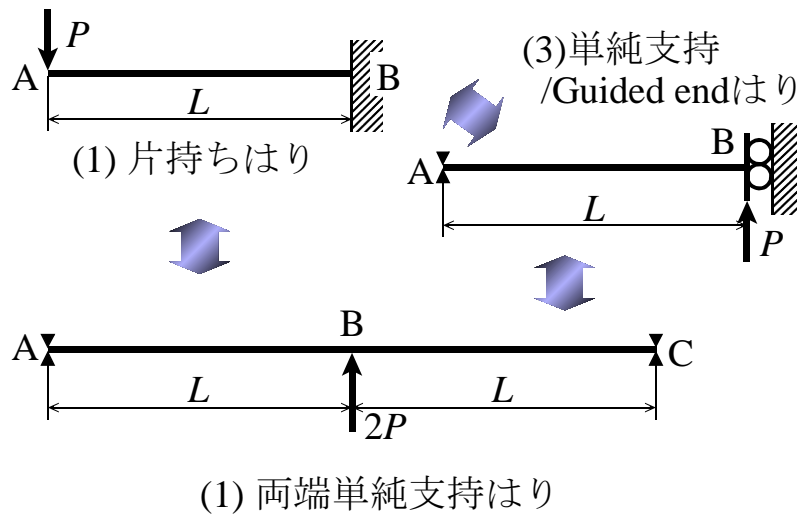

図 22: 片持ちはり と 両端単純支持はり
センセ:なかなか鋭い質問ですなあ。片持ちはりや張出はりの場合は、ここで述べた方法をうまく使えばある程度解けます。たとえば、図 22 をみてください。この例で、片持ちはり (1) の点 A で荷重 P が作用するはりのたわみ $y_A = PL^3/(3EI)$ は点 A と C で単純支持された長さ $2L$ のはり (2) の中央 (点 B) に荷重 $2P$ が作用する場合の点 B でのたわみの大きさに等しいのです。ちなみに、片持ちはりのたわみ曲線は点 A を原点として